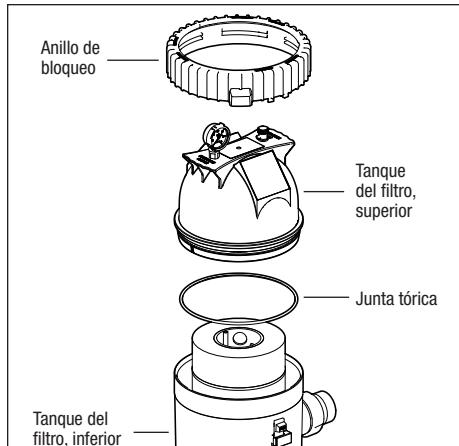

Figura 4. Ensamble del tanque superior/inferior
- Asegúrese de que la junta tórica esté en posición en la mitad superior del tanque. Resultará de ayuda para la instalación lubricar la junta tórica con un lubricante con base de silicona. Consulte la Figura 4.